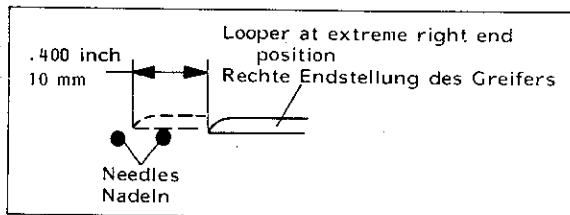

Fig. 66A
2. Rotate the pulley clockwise until the looper has moved 10 mm (.400 in.) from right to left (see Fig. 66A).
2. Drehen Sie die Handrad-Riemenscheibe im Uhrzeigersinn bis sich der Greifer von rechts nach links 10 mm bewegt hat (siehe Fig. 66A).